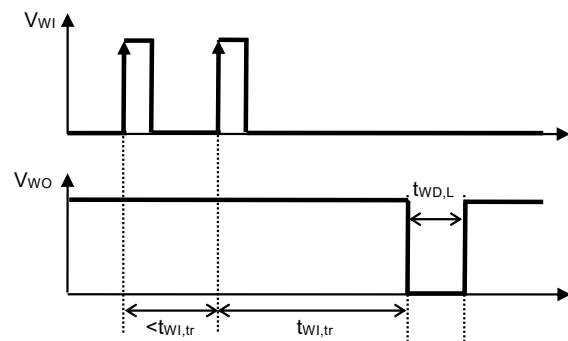

図10 ウォッチドッグトリガ時間
- *1. ウォッチドッグタイマが異常検出を行った後、WO端子が "L" を継続する時間 (図10参照)。この値は C_{DLY} で変更可能です。
- *2. ウォッチドッグタイマがトリガ信号の検出を開始してから、タイムアウトが検出されWO端子出力が "L" に変化するまでの時間 (図10参照)。この値は C_{DLY} で変更可能です。